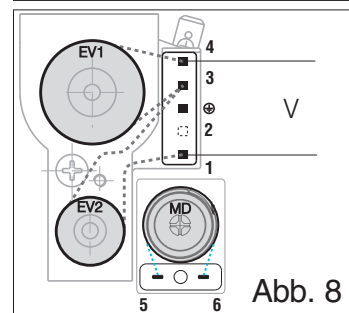

Abb. 8
- Stromplan in Abb. 8. Die Sperr-Magnetventile EV1 und EV2 werden durch Reihenschaltung der Kontakte 1 und 4 versorgt.